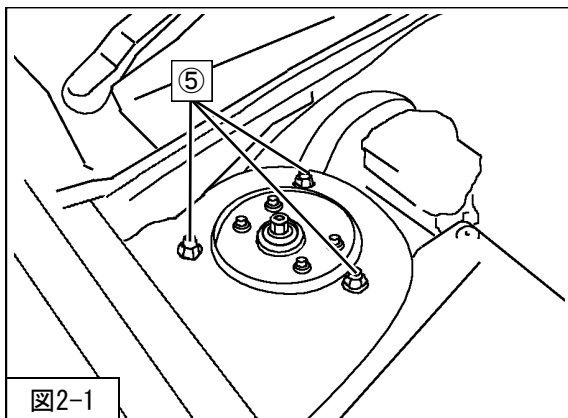

図2-1
⑤フロントサスペンションASSYアッパー取付ナットを車両に取付けてください。（図2-1）（締付トルク：20N・m）